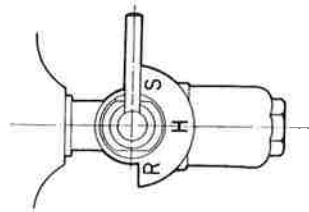

Fig. 9.
3. Kontrollera att bensintanken är fylld och ställ bensinkranen på H. Se fig. 9.